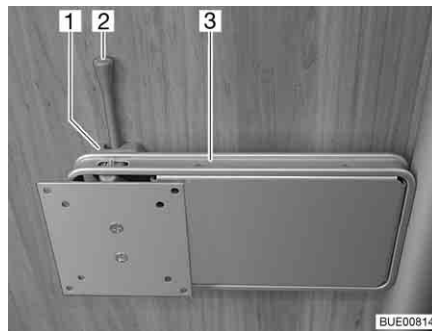

Bild 46 Halterung an Säule
- Den Entriegelungshebel (Bild 46,2) zur Seite drücken und die Halterung (Bild 46,3) mit dem Flachbildschirm in die gewünschte Position drehen.
- Flachbildschirm zurückdrehen, bis die Halterung (Bild 46,3) in die Verriegelung (Bild 46,1) einrastet.